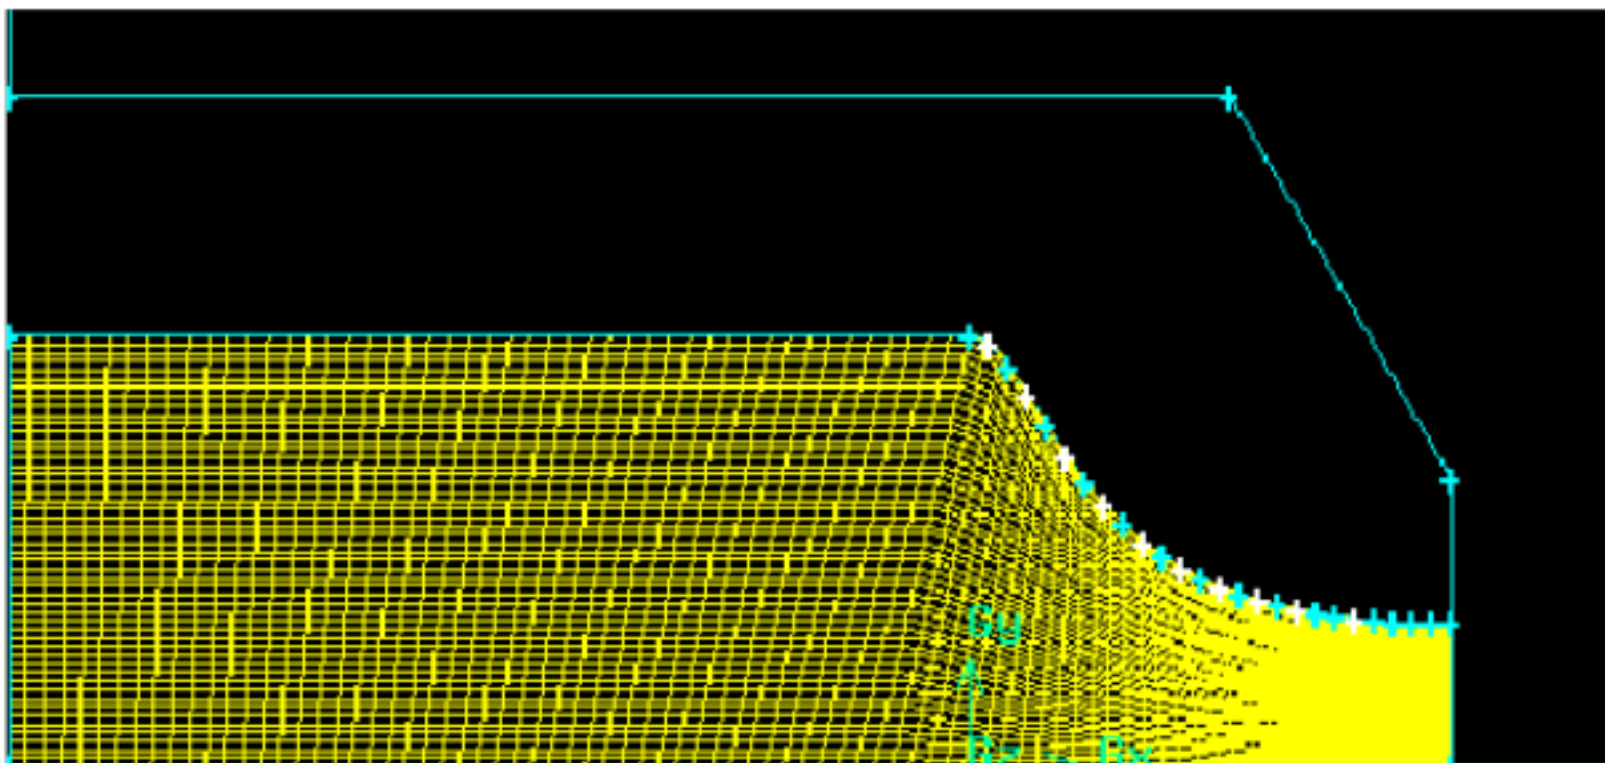

图 6
1. 喷嘴内部的面 ( face1 ), 定义网格数为  $80 \times 50$  , 网格类型为四边形 map 网格 ( 图 6 )。